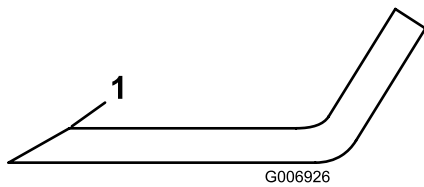

Figure 74
4. Examinez le tranchant de toutes les lames et aigüisez-le s'il est émoussé ou ébréché; aigüisez uniquement le haut du tranchant et conservez l'angle de coupe d'origine pour obtenir une coupe nette (**Figure 74**).